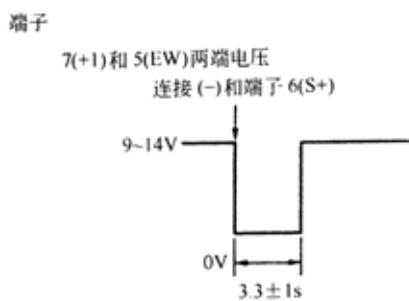

图 9-134
- (1)把伏特表正极(+)与连接器 7 号端子(+1)连接, 负极(-)与连接器 5 号端子(EW)连接。
- (2)把蓄电池正极(+)与连接器 8 号端子(+B)连接, 负极(-)与连接器 5 号端子(EW)和 6 号端子(+S)连接。
- (3)把刮水器开关转到 INT 位置。
- (4)把蓄电池正极(+)与连接器 6 号端子(+S)连接, 保持 5s。
- (5)把蓄电池负极(-)与连接器 6 号端子(+S)连接。使间歇刮水继电器工作, 测量 7 号端子(+1)与 5 号端子(EW)之间的电压。测试标准如图 9-134 所示。如果不符合规定, 则更换开关。